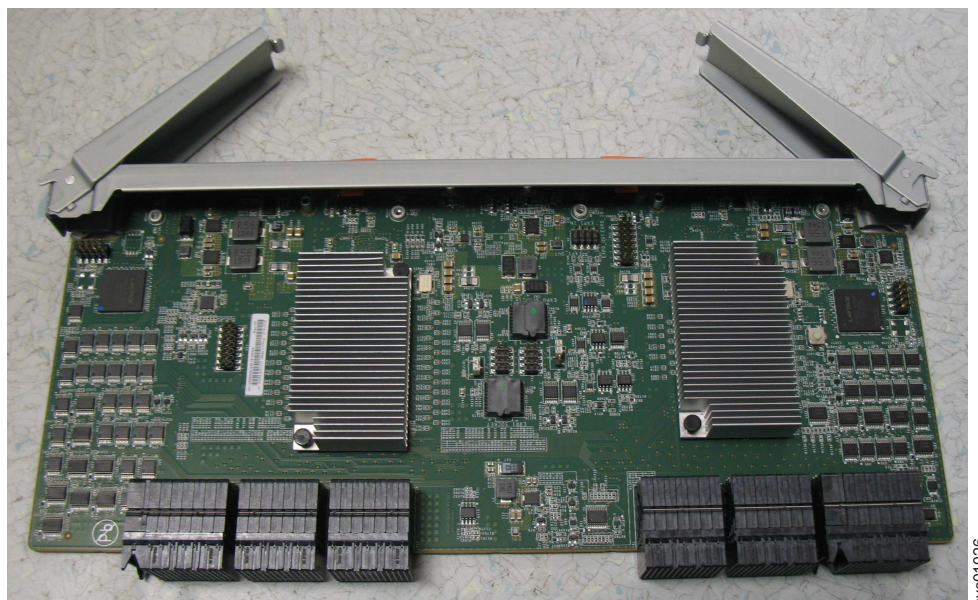

Figure 106. Module d'extension secondaire retiré du boîtier
5. Placez le module d'extension secondaire dans un endroit sûr, comme indiqué dans la figure 106, à la page 122.